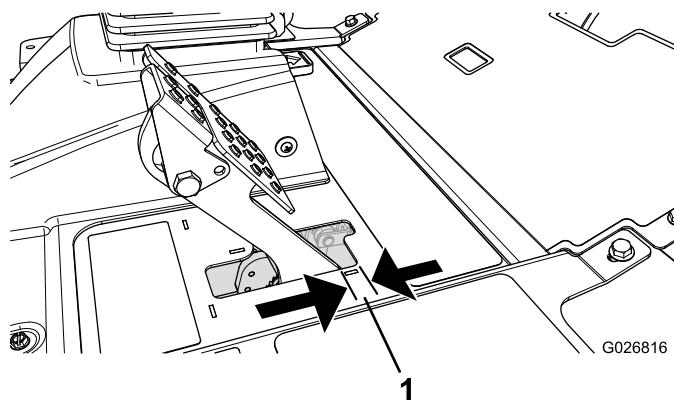

Figura 65
Regolate i freni se il pedale ha un “gioco” superiore a 2,5 cm (Figura 65), o quando è necessaria maggiore forza di tenuta. Per gioco s'intende la distanza che il pedale percorre prima che si avverta la resistenza della frenata.
2. Serrate il dado posteriore per spostare indietro il cavo, finché i pedali del freno non hanno un gioco compreso tra 0,63 e 1,27 cm (Figura 65), prima che le ruote si blocchino.